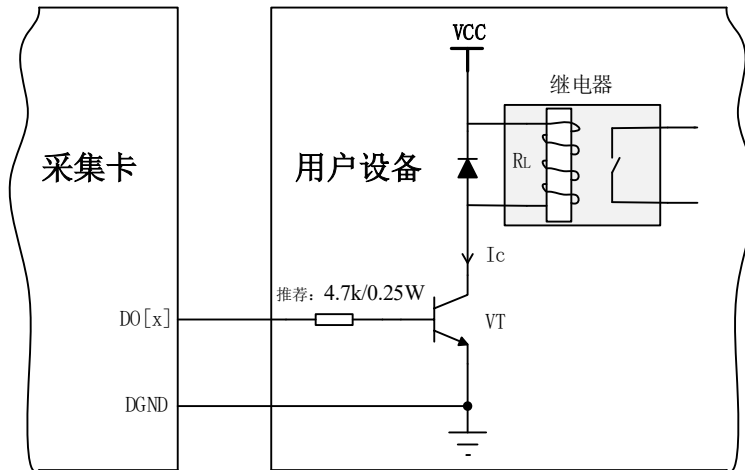

图 7-4-2 DO 数字量控制继电器电路
- 如果将 PFI 或 DIO 配置为输出状态，请了解连接到这些信号的负载的电流要求。不要超过设备指定的电流输出限制；本公司为需要高电流驱动的数字应用提供了多种解决方案，例如图 7-4-2 所示方案用以实现驱动 24V 继电器。